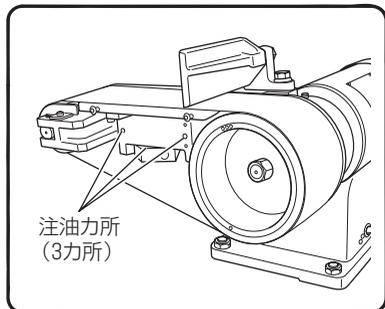

図 21
1 週間に 1 回程度の割合で、14 ページの「研磨ベルトの取付け方」の (1) と同じようにカバーを取りはずし、図 21 の注油カ所 (3 カ所) へ給油してください。油はシェル石油製のトナオイル T68 (ギヤオイル) が適しております。この油はガソリンスタンドで販売されております。注油後は、必ずカバーを取付けてください。